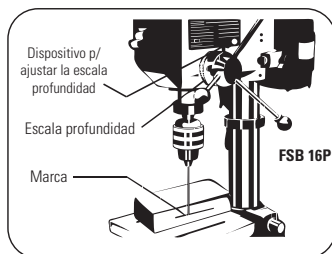

FIGURA 8.12
- Afloje el tornillo/tuerca de la escala de profundidad (Figura 8.12).